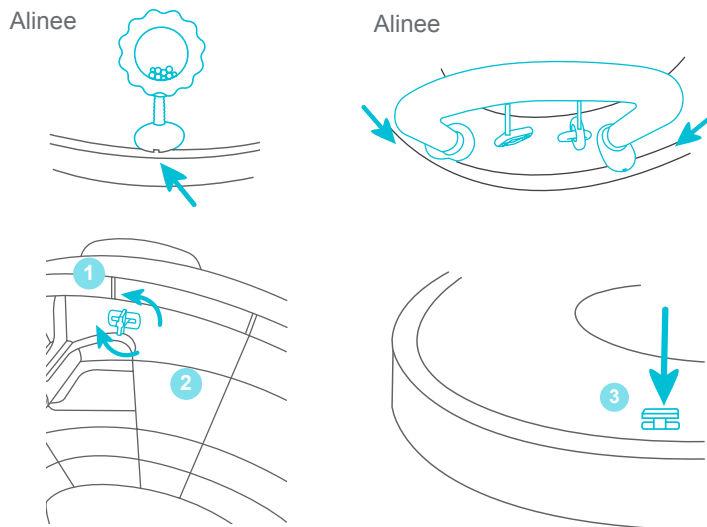

Fig. 5c
- Utilice el diagrama para fijar los juguetes en la tapa superior. (1) Empuje la lengüeta hacia arriba y gírela hacia la izquierda para trabar. (2) Gire la lengüeta hacia la derecha para destrabar el juguete. (3) Siempre coloque la traba de la lengüeta pequeña en la tapa superior cuando no se utilice (Fig. 5c).